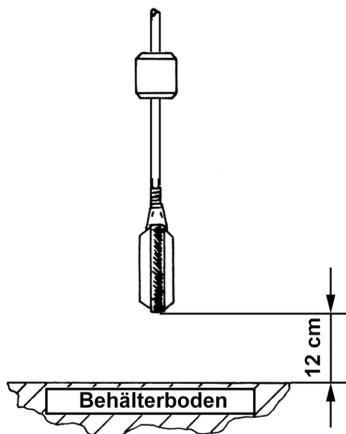

Bild 1
- Der Schwimmer muss im hängenden Zustand noch 12 cm über dem Regenwasserspeicherboden hängen, siehe Bild 1.